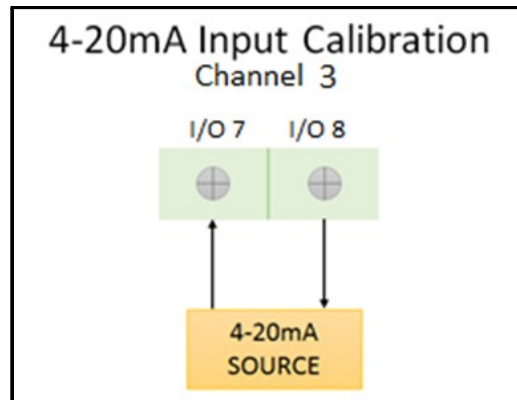

Figura 66: Conexiones de entrada analógica de E/S opcional
1. Conecte la entrada analógica como en la Figura 66.